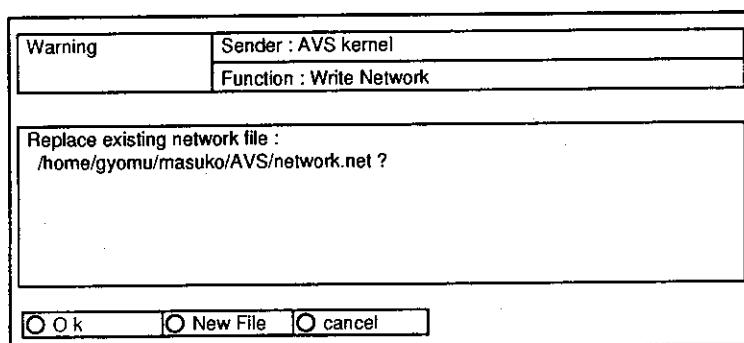

図 1.11 ネットワークの保存
- 2) AVSは、ファイルに更新した内容を上書きしていいかを図1.11のようにたずねてきますので、そのまま上書きしていいときは、Ok をクリックします。別のファイルに保存したい時はファイルブラウザの New File をクリックし、「1. 新しいファイルとして保存する方法」の3)の手順を実行します。